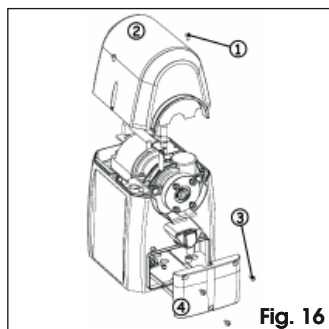

Fig. 16
1. Svitare le due viti di fissaggio del carter superiore, Fig. 16 rif. ①, e rimuovere il carter, Fig. 16 rif. ②.
2. Svitare le tre viti, Fig. 16 rif. ③, di chiusura del coperchio scheda, Fig. 16 rif. ④.